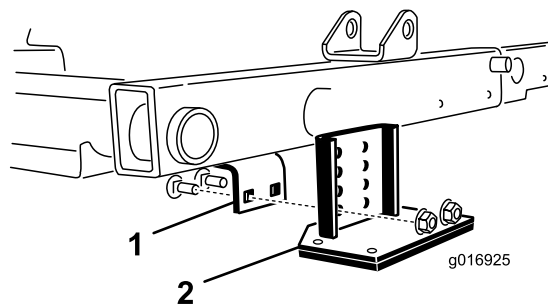

Figura 40
2. Localizați suportul cadrului deasupra unității centrale de tăiere (Figura 40).
3. În timp ce apăsați rola frontală a unității de tăiere centrală, determinați care orificii de pe suportul de basculare se aliniază cu orificiile suportului cadrului pentru a obține același contact cu rola atunci când suportul de basculare este montat (Figura 40).
4. Coborâți unitățile de tăiere și montați suportul de basculare pe cadru cu cele 2 uruburi de fixare și 2 piulie furnizate cu setul (Figura 40).